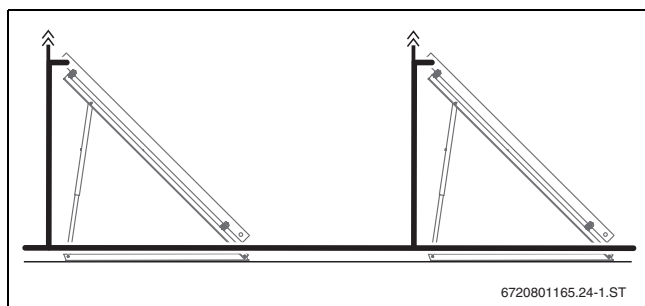

Bild 10 Mehrere parallel geschaltete Kollektorreihen mit zusätzliche Entlüfter (Vorlaufleitung)
- Bei mehreren parallel geschalteten Kollektorreihen auf Flachdächern sowie bei Anlagen mit Solarstation KS0150 an jeder Kollektorreihe einen Entlüfter montieren (→ Bild 10). Diese Entlüfter sind für den anschließenden Betrieb (Wartung) notwendig und müssen während des Befüllvorgangs verschlossen sein.